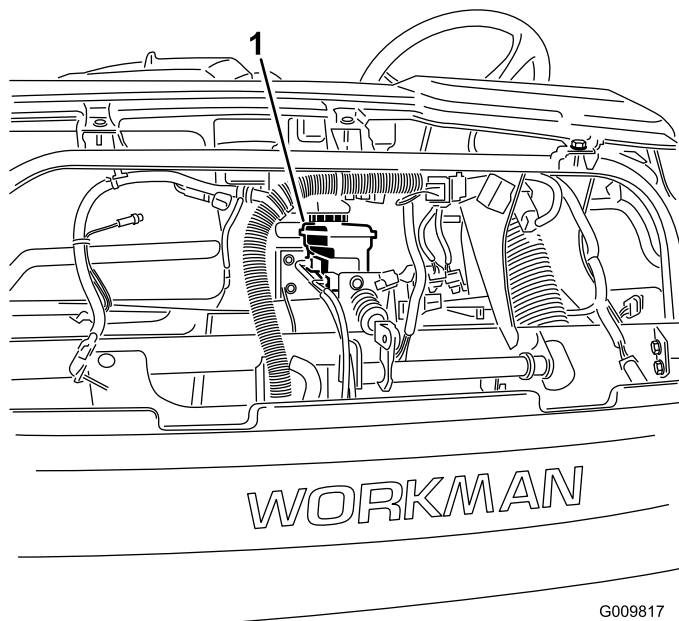
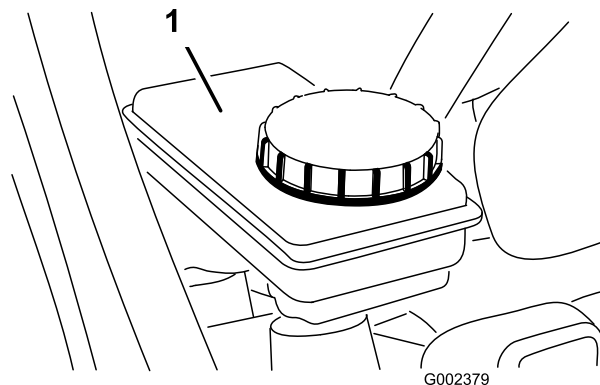

Figura 26
Figura 27
- Verifique o nível do fluido do reservatório do fluido dos travões (Figura 26 e Figura 27).
- Limpe a zona em torno da tampa do reservatório (Figura 27).
- Remova a tampa do reservatório (Figura 27).
- Adicione o fluido dos travões especificado até à linha Full do reservatório (Figura 27).
- Coloque o tampão (Figura 27).